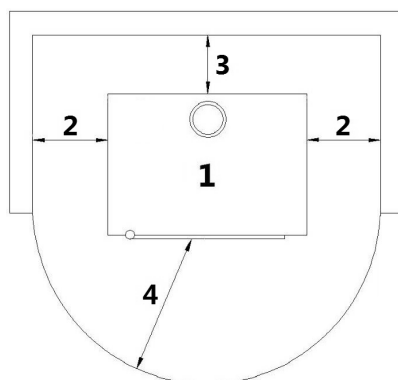

Fig. 31 - Instalação geral
LEGENDA	Fig. 31
- É obrigatório instalar a estufa afastada de eventuais paredes e/ou móveis, com uma circulação de ar mínima de 300 mm nos lados, de 200 mm na parte traseira, para permitir uma eficaz refrigeração do aparelho e uma boa distribuição do calor no local (ver **Fig. 31**).
- Se as paredes são em material inflamável, verificar a distância de segurança (ver **Fig. 31**).